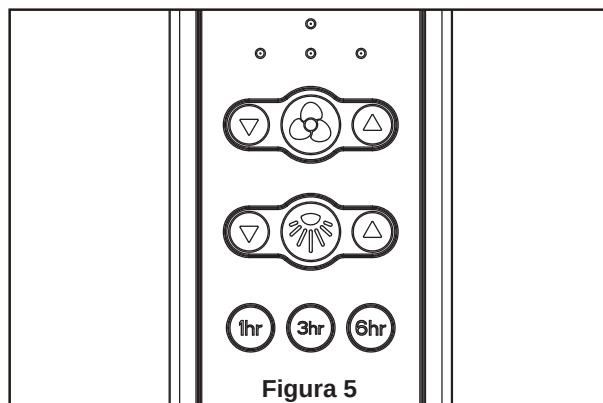

Figura 5
- ☐ 5. Instale el kit de iluminación en la placa de iluminación usando las dos ranuras principales. Vuelva a colocar el tornillo extraído en el Paso 3 y fije los tres tornillos. (Figura 5)
5. Funciones del control remoto: (Figura 5)